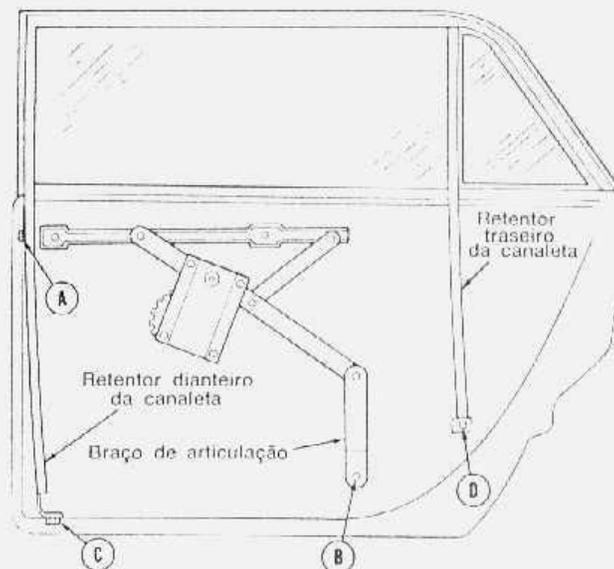

fig. 7 — ajuste do mecanismo da janela da porta traseira
2. Soltar os parafusos de ajuste do mecanismo de acionamento do vidro (A, B, C, D fig. 7).
3. Levantar o vidro até a posição superior (completamente fechado), e apertar os parafusos de fixação do retentor dianteiro (A) e os parafusos que suportam o braço de articulação (B) na especificação indicada.
4. Baixar o vidro até sua borda superior ficar aproximadamente 4" saliente. Apertar o parafuso inferior do retentor dianteiro da canaleta (C) conforme especificação.
5. Colocar o retentor traseiro da canaleta e a barra divisória, comprimindo firmemente contra o vidro, e apertar o parafuso (D) conforme a especificação.